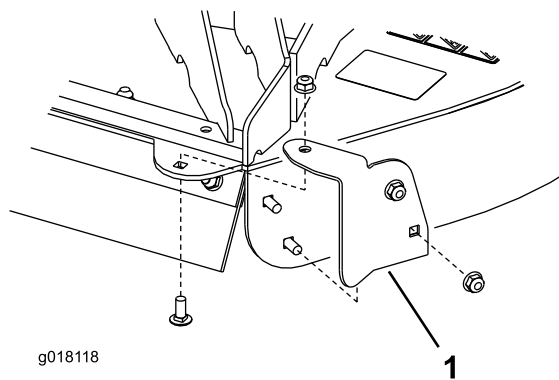

Figura 12
- Montate senza serrare il carter pedale destro nell'angolo posteriore destro dell'apparato di taglio con (2) bulloni a testa tonda da 5/16 x 3/4 pollici e dadi flangiati. Inserite i bulloni dall'interno. Collocate la protezione come illustrato nella Figura 12.
- Montate senza serrare la parte superiore del carter pedale nell'apparato di taglio con un bullone a testa tonda da 5/16 x 3/4 pollici e dado flangiato (Figura 12). Inserite il bullone dall'interno.